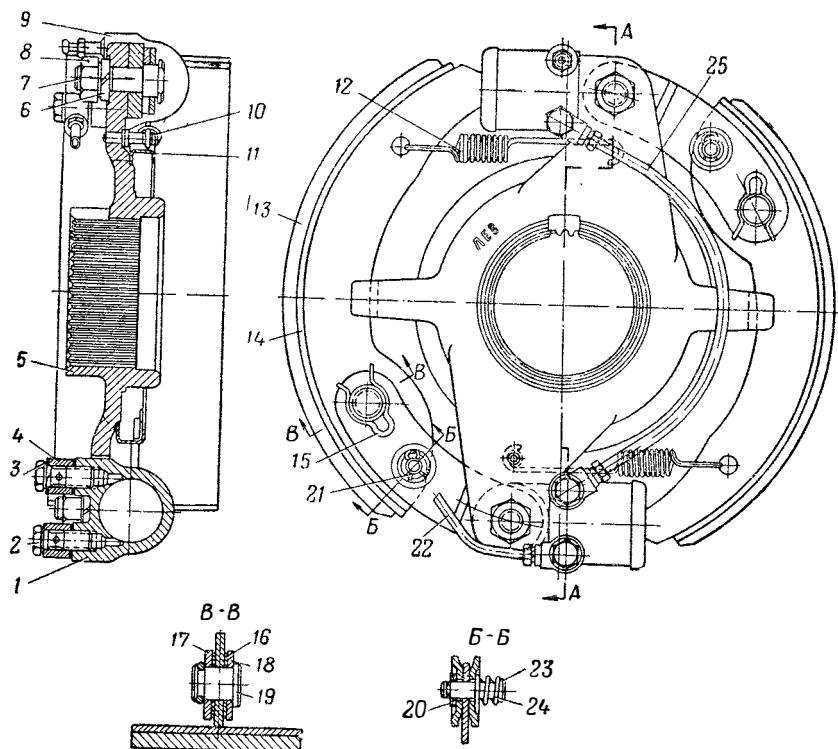

Рис. 16. Тормоз переднего колеса:
4. Снять стяжные пружины 12 (рис. 16) и развести тормозные колодки 14.
1. Присоединить тормозные колодки 14 (рис. 16) к промежуточным рычагам, вставить в совмещенные отверстия колодок и рычагов пальцы 19 и застопорить пальцы пружинными шплинтами 15.
3. Вывернуть гайку трубки 25 (рис. 16) из штуцера и отсоединить трубку от верхнего тормозного рабочего цилиндра 9.
1. Установить верхний тормозной рабочий цилиндр 9 (рис. 16) на опорный кронштейн 5, вставить в совмещенные отверстия опорного кронштейна и прилива цилиндра опорный палец 7, надеть на палец пружинную шайбу и навернуть гайку 8.